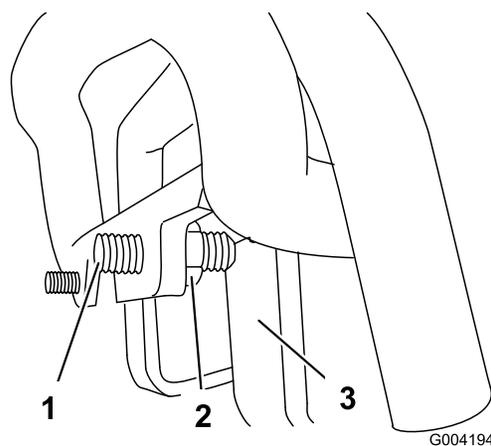

Figura 58
3. Se il trattore devia verso **sinistra**, allentare il controdado **destra** e regolare la vite di registro sulla parte anteriore del comando della trazione (Figura 58).
4. Se il trattore devia verso **destra**, allentare il controdado **sinistro** e regolare la vite di registro sulla parte anteriore del comando della trazione (Figura 58).